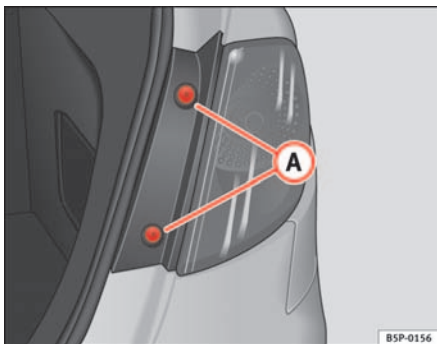

Abb. 181 Standlicht/Bremslicht
- Drehen Sie die Schrauben ⇒ Abb. 181 **A** heraus.